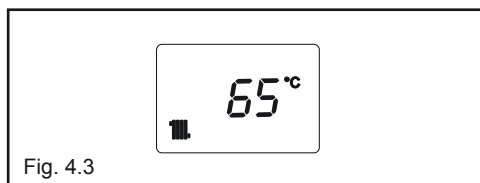

Fig. 4.3
In caso di richiesta di calore, la caldaia si accende e il led di segnalazione di stato caldaia (2) si accende di colore verde fisso. Il visualizzatore digitale (5) indica la temperatura dell'acqua riscaldamento (fig.4.3).